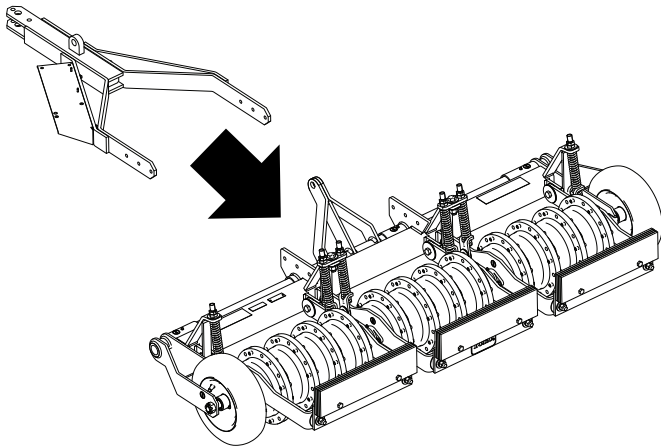

Figure 4
2. Alignez le timon et l'aérateur, comme montré à la Figure 4.